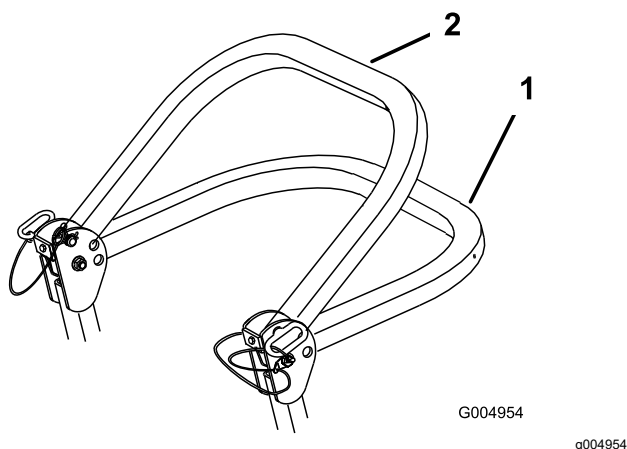

Figura 8
2. Coborâți bara antiruliu în poziția inferioară (Figura 8).
Notă: Există două poziii inferioare; consultați Figura 8.